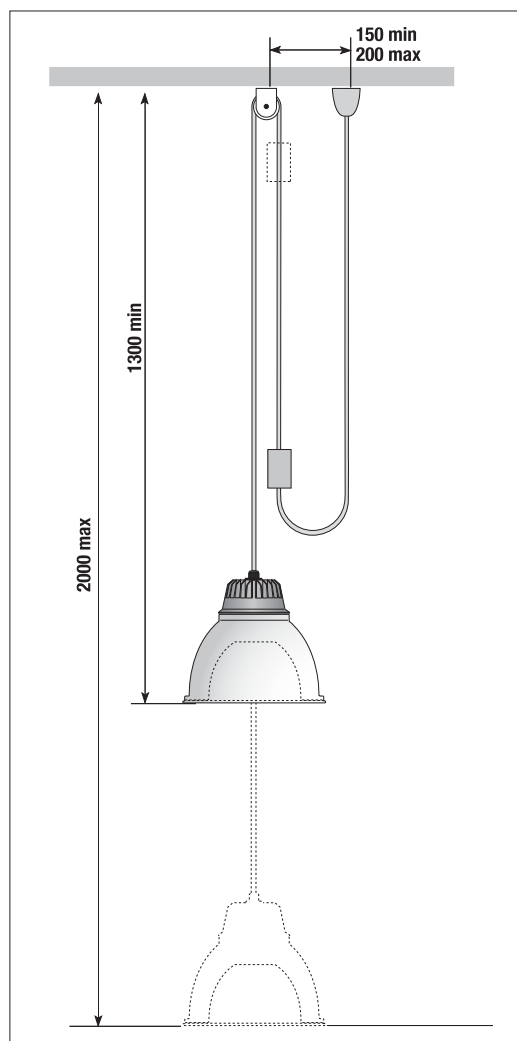

fig.1
- Die Leuchte wird mit den Einzelteilen für die Zug-Hängeleuchte mit 3m langem Kabel und HöchstEinstellung wie in Abb.1 angegeben geliefert.